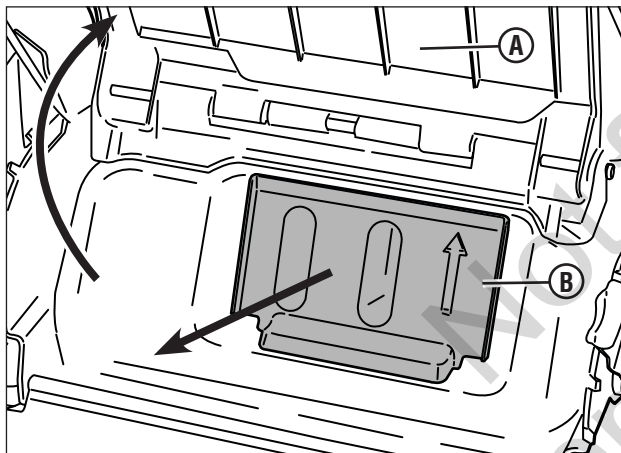

Figure 9 : Dépose du bouchon de déchetage
1. Soulever la porte d'éjection arrière (**A**, Figure 9).